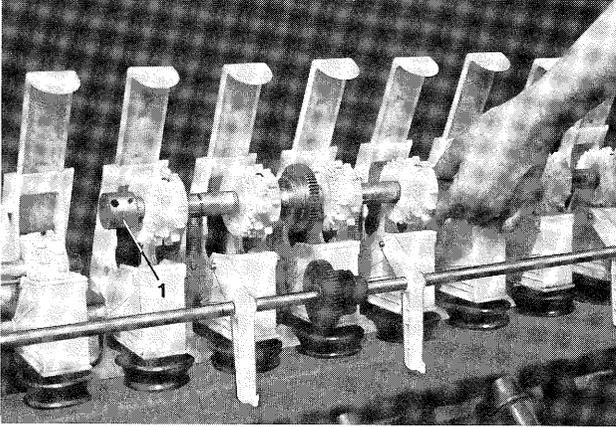

Fig. 135
- Desserrer les vis 6 pans et faire coulisser les douilles d'accouplement (fig. 135/1) sur l'arbre de distribution puis retirer en le soulevant par l'arrière l'arbre avec les roues distributrices et le remplacer.